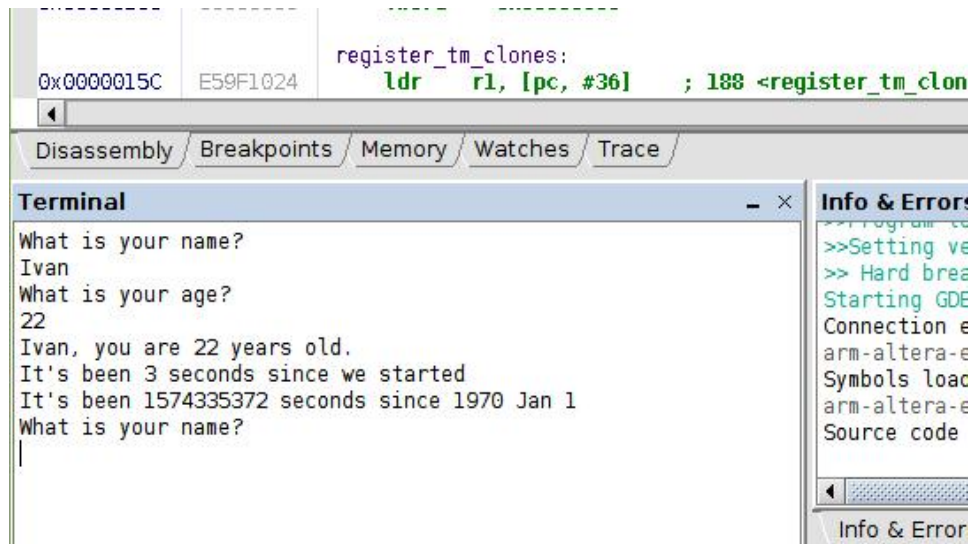

Рис. 65- Робота програми *Semihosting*
16. Якщо програма працює правильно, то можна буде запустити діалог (надати відповіді на запитання у консольному вікні) які надходять з процесора (рис. 65).